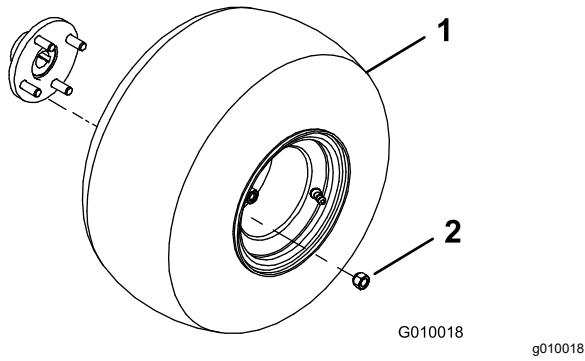

Figure 3
- Montez une roue sur chaque moyeu de roue arrière (Figure 3).
- Installez les écrous de roue (Figure 3) et serrez-les à un couple de 61 à 75 N·m (45 à 55 pi-lb).